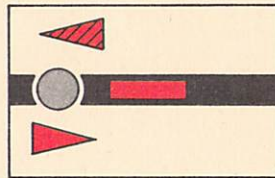

Bild 43
- (4) Wurde die Erlaubnis vorzeitig abgegeben, solange die Blockstrecke noch besetzt ist, blinkt der Erlaubnisabgabemelder rot, der Erlaubnisempfangsmelder leuchtet rot (vgl. Bild 43).